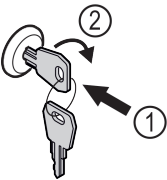

Fig. 170 例图
▶ 按入钥匙 Fig. 170 (1)。
▶ 将钥匙顺时针转动 90° Fig. 170 (2)。